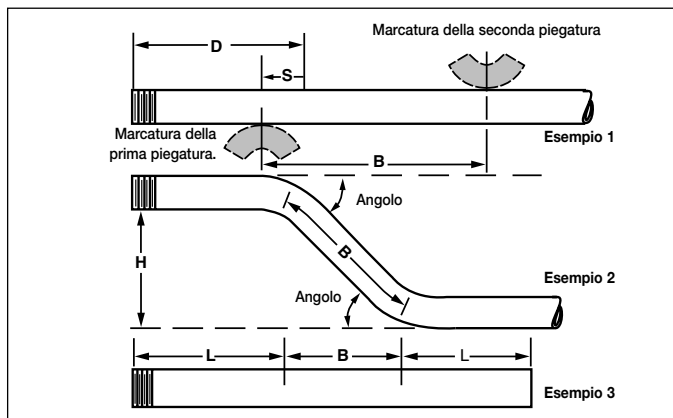

Figura 7
1. Determinare l'angolo desiderato per la piegatura sfalsata. Trovare e marcare la prima piegatura alla distanza (D) meno (S) dall'estremità del tubo, seguendo la sezione 7.2, "Istruzioni per piegatura a curvatura", Nr. 2 e 3.
2. Trovare la dimensione (B) dalla Tabella degli spostamenti (offset) 4, usando lo stesso angolo di piegatura usato per trovare la posizione della prima marcatura. NOTA: per qualsiasi spostamento richiesto (H), sono date le dimensioni massime del tubo che può essere piegato con gli angoli dati.
3. Marcare la misura della seconda piegatura (B) sul tubo come illustrato (Figura 7, Esempio 1).